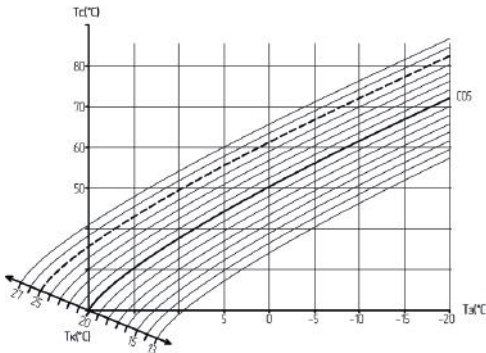

Рисунок 26 Приклад зміщення компенсаційної кривої
**Увага! При встановленні бажаної температури відмінної від  $20^{\circ}\text{C}$ , блок електронного термостату автоматично здійснює зміщення кривої нагрівання по осі  $T_k$  (рисунок 26).**